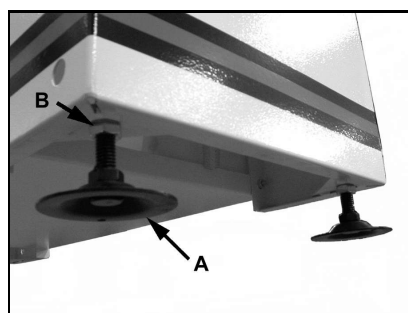

Fig 2
Montieren Sie die Nivellierschuhe (A, Fig2) mit 2 Muttern (B) an der dem Motor abgewandten Seite.